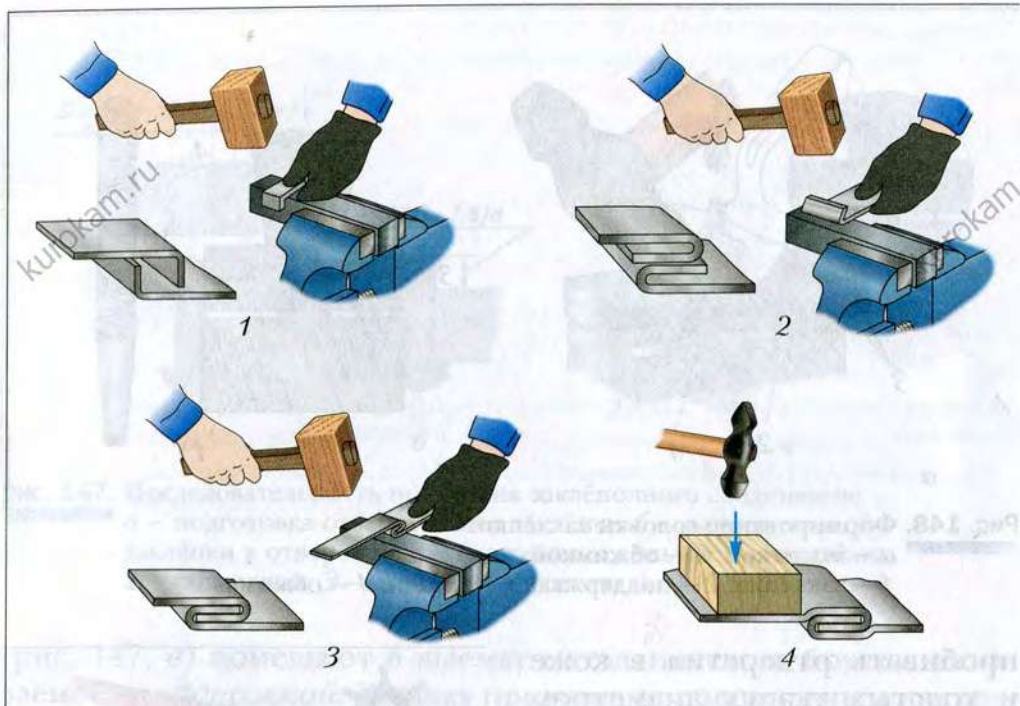

Рис. 150. Последовательность выполнения фальцевого шва (1-4)
Другой способ сборки деталей из тонколистового металла – это соединение *фальцевым швом*. Его получают следующим образом. Сначала отгибают края (шириной 6...8 мм) соединяемых деталей под прямым углом (рис. 150, 1). Затем подгибают края так, как показано на рисунке 150, 2, и соединяют их в замок, простукивая киянкой (рис. 150, 3). Для того чтобы соединение не разъединилось, листы подгибают вблизи шва с помощью деревянного бруска (рис. 150, 4).
4. Изучите технологию получения фальцевого шва (см. рис. 150).